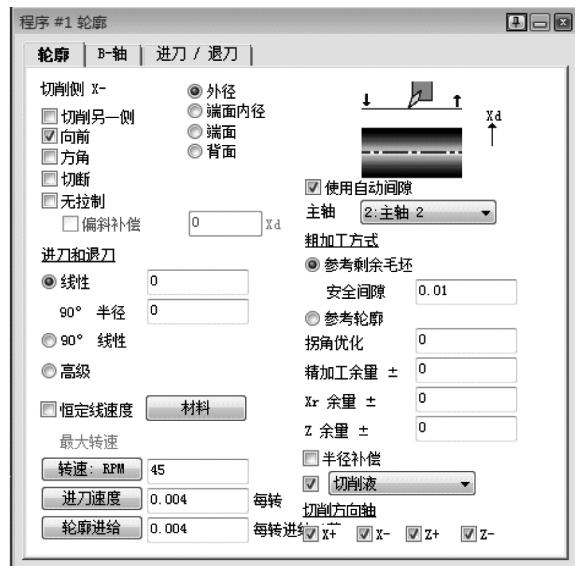

图 6-84 精车程序
7) 用#12 刀具创建精加工车削程序, 如图 6-84 所示。